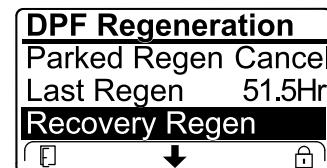

Рисунок 25
- Если компьютер двигателя не запрашивал восстановительную регенерацию, а вы перешли вниз к опции RECOVERY REGEN (Восстановительная РЕГЕНЕРАЦИЯ), восстановительная регенерация будет заблокирована и в нижнем правом углу дисплея инфо-центра появится значок «Замок» (Рисунок 25).